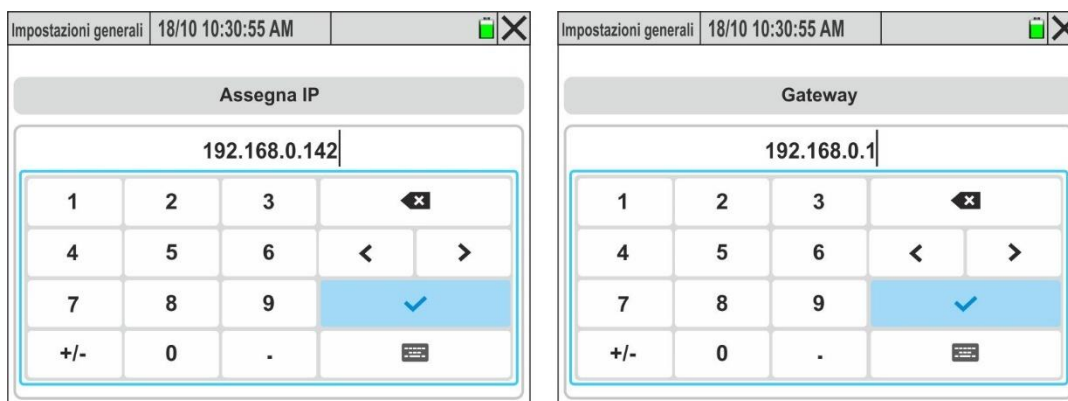

Fig. 17: Configuración manual parámetros de red Ethernet – Modo Def. por el usuario
11. Toque el valor asociado al campo "Asignar IP". La pantalla de la Fig. 17 – parte izquierda se muestra en el visualizador:
13. Toque el valor asociado al campo “Gateway”. La pantalla de Fig. 17 – parte derecha se muestra en el visualizador